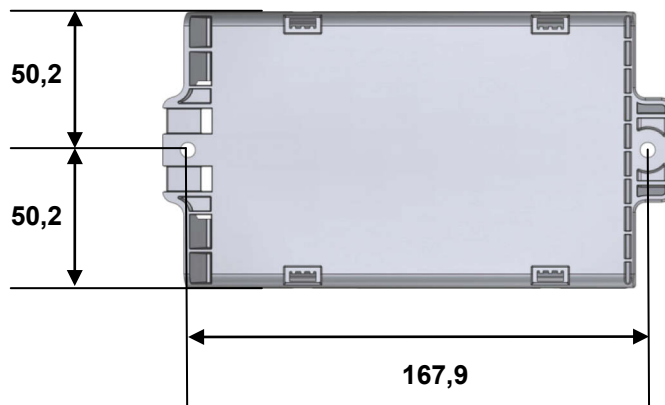
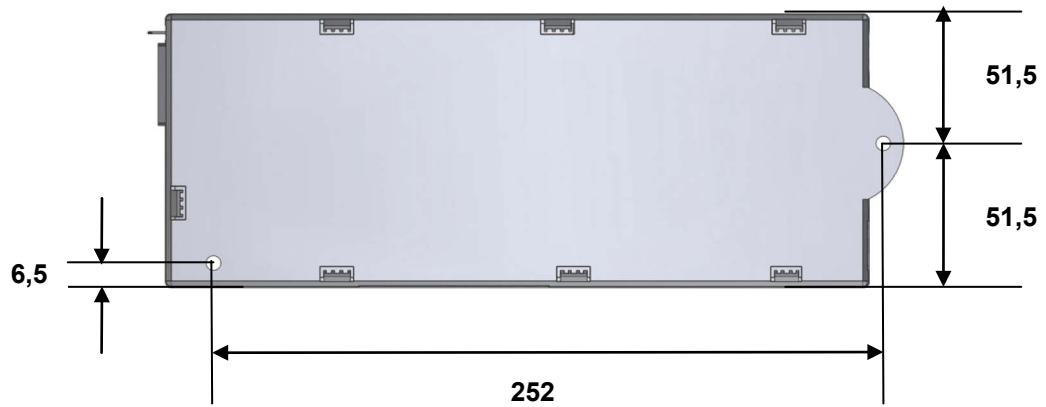

Abbildung 34 Montagemaße: Steuerung SMART (Angaben in mm)
Abbildung 36 Montagemaße: Steuerung COMPACT (Angaben in mm)
- 1 Zeichnen Sie die Bohrlöcher an. Die Bohrmaße finden Sie in Abbildung 34 (Steuerung SMART) bzw. Abbildung 36 (Steuerung COMPACT).